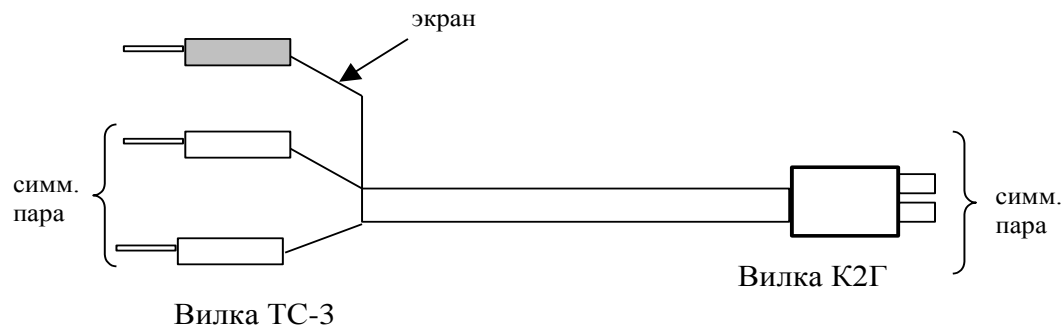

Рисунок 6 – Общий вид шнура
6.3.1 Проверку технического состояния шнуров проводят путем проверки соединений между симметричными окончаниями шнуров (рисунок 6).